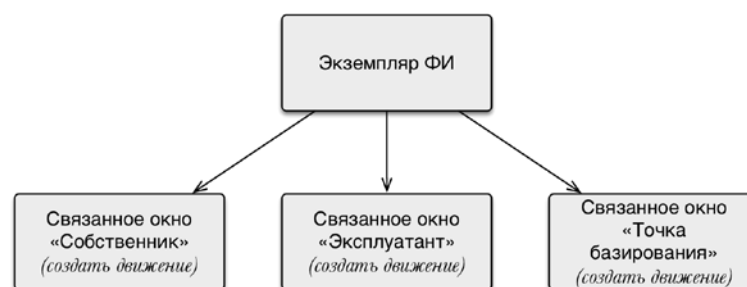

Рис. 13-77 – Создание движения в соответствующем окне связанных объектов
- 1) Создать движение в явном виде в окне связанных объектов для экземпляра ВС – «Собственник», «Эксплуатант», «Аэродром базирования» (рис. 13-77).